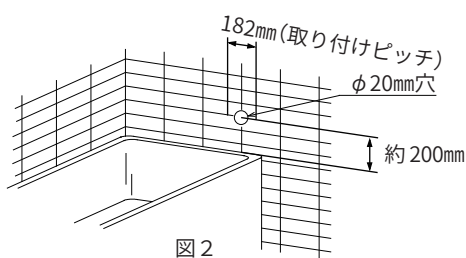

図2
1. 壁にφ20mmのリモコンパイプ貫通穴をあけます。次にリモコン取り付け用の穴を2つあけます。（図2・3）